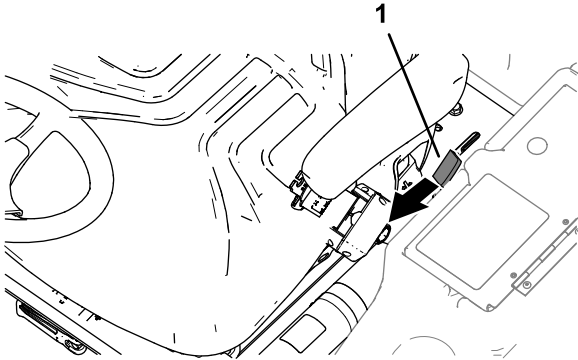

Figura 42
1. Mova o manípulo de fecho da plataforma (Figura 42) em direção à parte frontal da máquina até que o fecho claramente encaixe na barra de bloqueio.